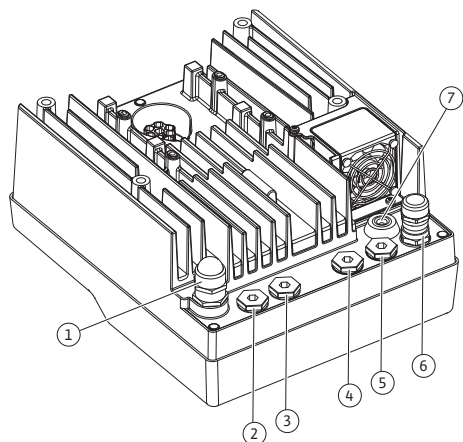
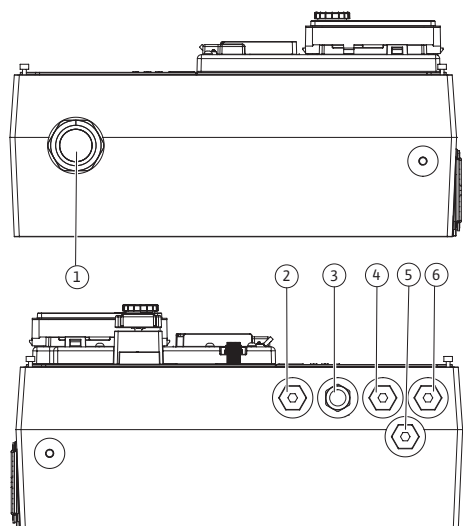

Fig. 21: Kabelanslutningar/
Fig. 22: Kabelanslutningar/
Det finns sex kabelgenomföringar till kopplingsutrymmet på elektronikmodulen (Fig. 21). Kabeln till spänningsförsörjningen för den elektriska fläkten på elektronikmodulen är fabriksmonterad.
På ena sidan av elektronikmodulen (Fig. 22) finns fem kabelgenomföringar till kopplingsutrymmet. På andra sidan finns kabelgenomföringen för spänningsförsörjningen. Spänningsförsörjningen till den elektriska fläkten på elektronikmodulen finns inuti och är fabriksinställd.
Kabelförskruvningar inklusive tätningar för kabelförskruvningarna 2 ...5 (Fig. 21 och Fig. 22) medföljer produkten som en byggsats.
4. För in anslutningskabeln genom kabelförskruvningen M25 (Fig. 21, pos. 1, vid 0,37 kW ... 7,5 kW).
Dra anslutningskabeln genom kabelförskruvningen M40 (Fig. 22, pos. 4, vid 11 kW ... 22 kW).